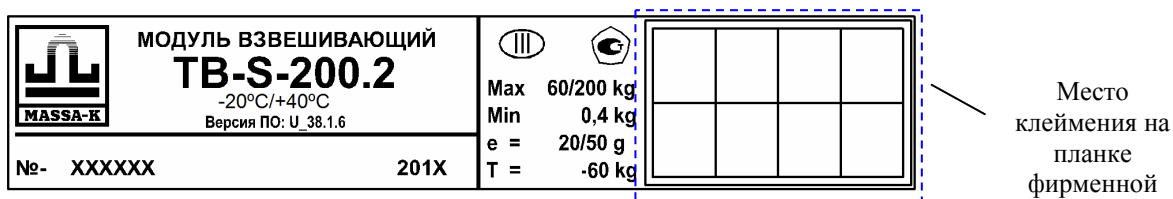
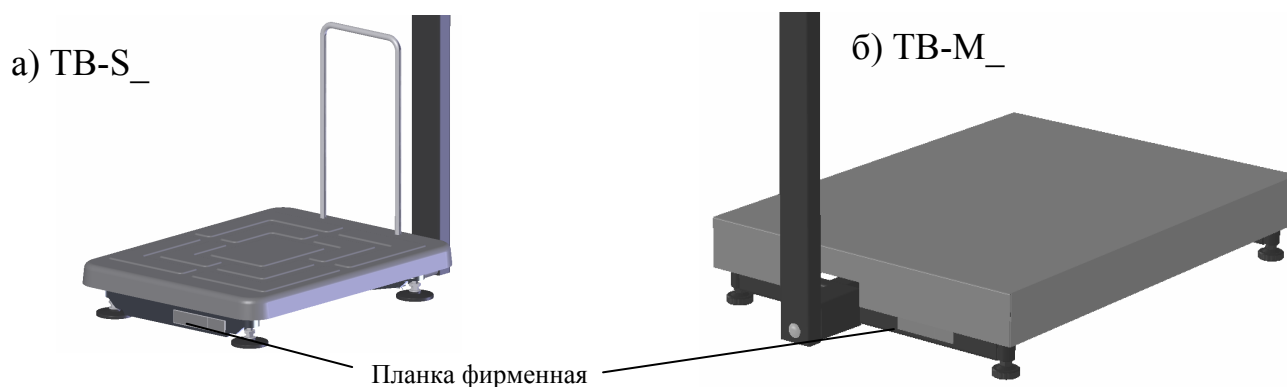

Рис. 15.1 - Планка фирменная
Рис. 15.2 - Местоположение планки
- нанести на планку фирменную модуля (Рис. 15.1, Рис. 15.2) отпечаток поверительного клейма.